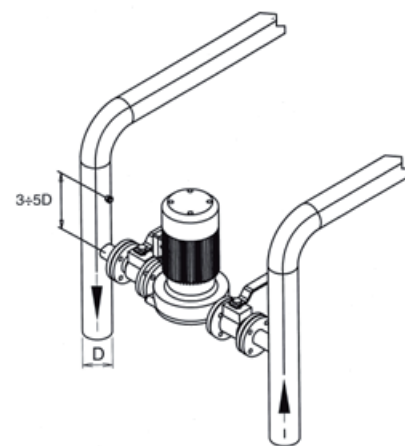

fig. 7
5.5.5 Bomba de recirculación (Fig. 7)